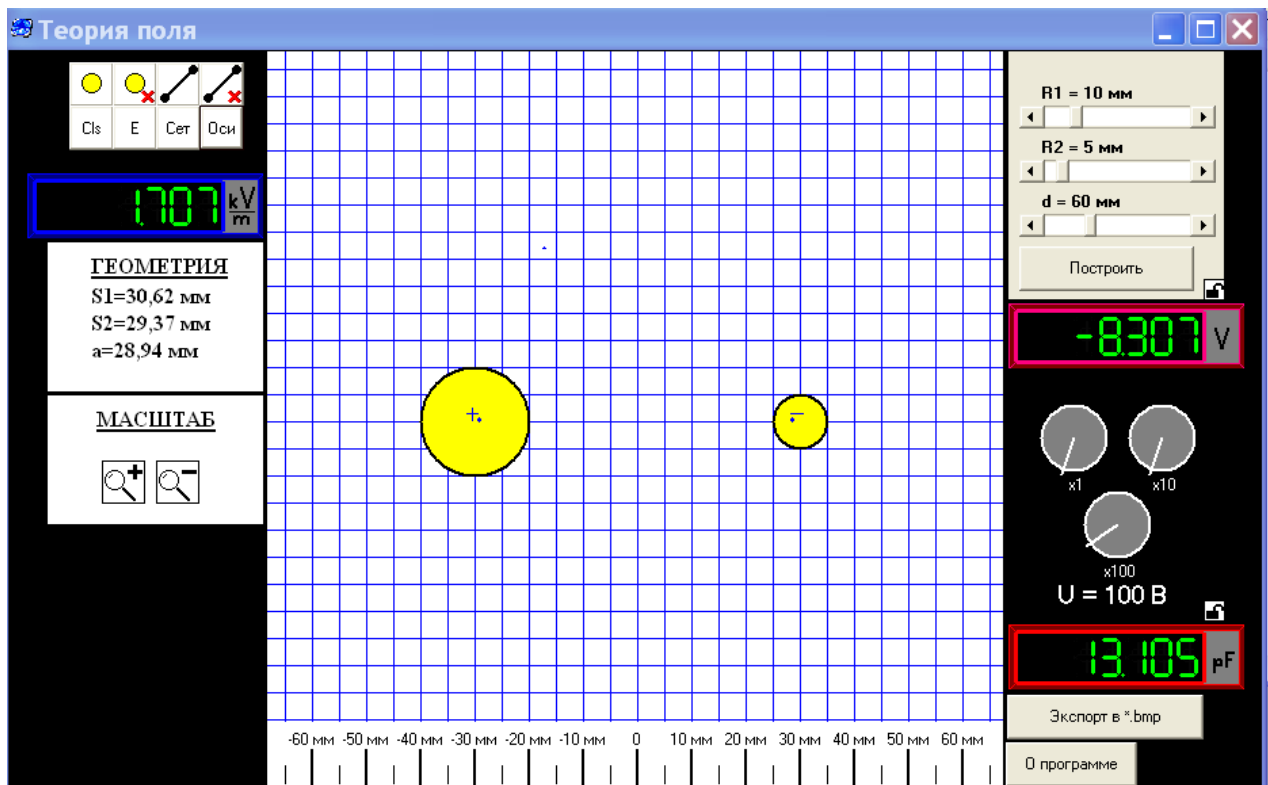

Рисунок 6.3 - Двухпроводная линия
6.2.3 Построить двухпроводную линию в рабочей области, щелкнув левой кнопкой мыши по кнопке «Построить». На экране появится двухпроводная линия (рисунок 6.3).
После построения двухпроводной линии внизу рабочей области появляется линейка, служащая для отображения установленного масштаба (рисунок 6.3).
Для установки радиусов проводов R_1, R_2 и расстояния между проводами d применяются ползунки и кнопки справа и слева, позволяющие, соответственно, увеличивать или уменьшать R_1, R_2 и d . Чтобы предотвратить случайное изменение установленных параметров двухпроводной линии, нужно щелкнуть левой кнопкой мыши по кнопке «замочек». Для построения двухпроводной линии щелкнем по кнопке «Построить» (рисунок 6.3).
Изображение электрических осей можно получить, щелкнув левой кнопкой мыши по кнопке «Оси» (рисунок 6.3), убрать электрические оси можно также, щелкнув левой кнопкой мыши по кнопке «Оси».
Емкость двухпроводной линии на единицу длины можно измерить с помощью соответствующего прибора, для этого нужно щелкнуть по кнопке «F» этого прибора левой кнопкой мыши (рисунок 6.3).
Напряженность в любой точке электрического поля двухпроводной линии можно измерить с помощью соответствующего прибора, для этого нужно включить прибор, щелкнув по кнопке « $\frac{V}{m}$ » левой кнопкой мыши, поставить курсор мышки в точку поля, где требуется измерить напряженность и щелкнуть по этой точке поля правой кнопкой мыши. На табло прибора появится значение напряженности (рисунок 6.3).